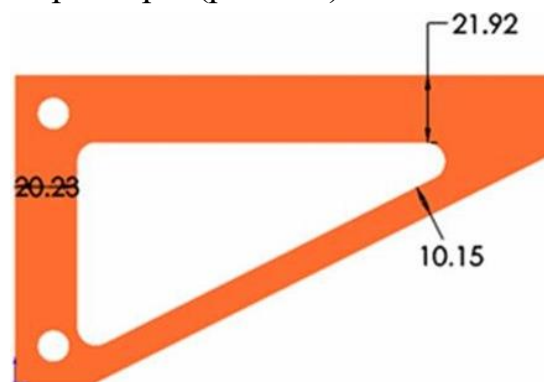

Рисунок 2.8 – Оптимальные параметры модели
4. Выберите столбец **Оптимальное**. В графическом окне к модели будут применены оптимальные размеры (рис. 2.8).